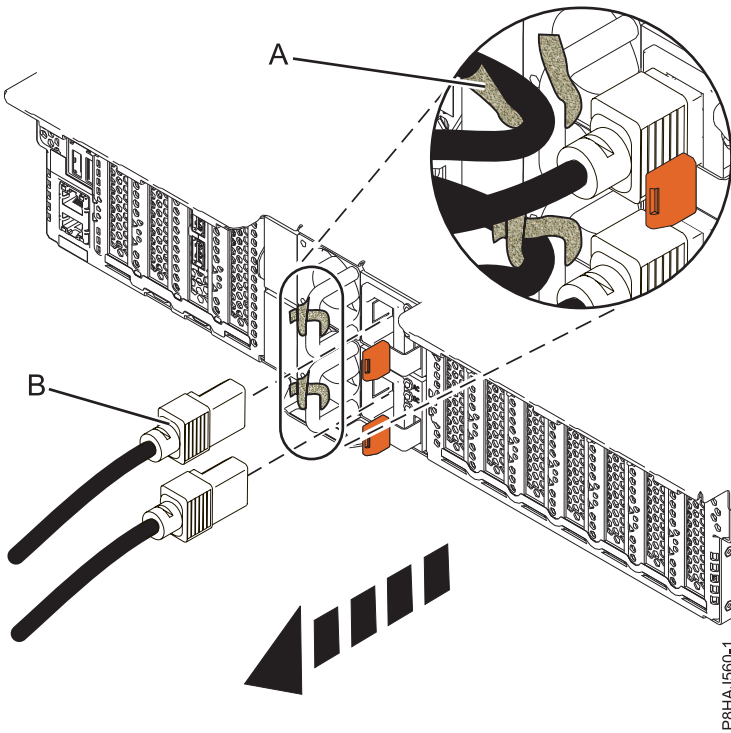
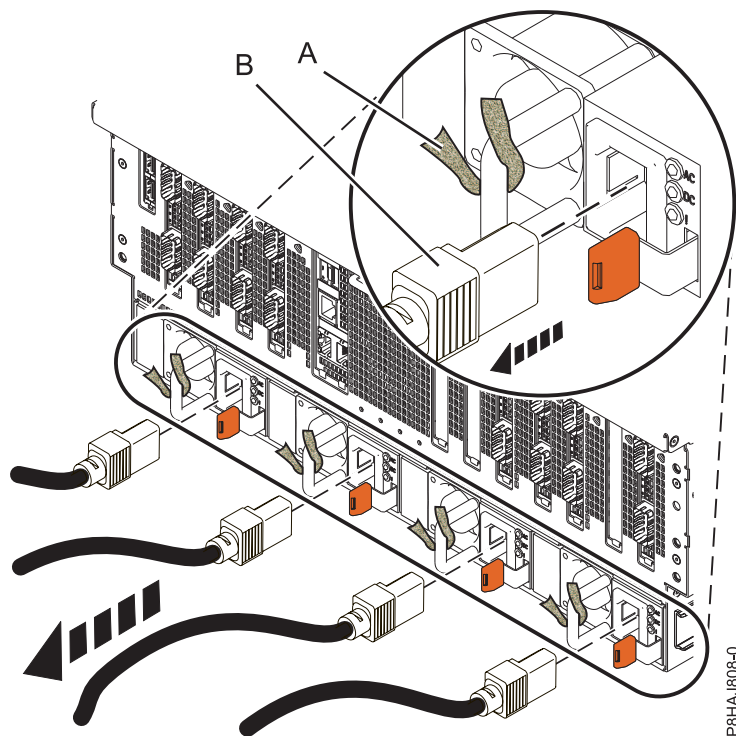

Figure 42. Retrait des cordons d'alimentation d'un système 5148-21L, 5148-22L, 8247-21L, 8247-22L, 8284-21A, ou 8284-22A
Figure 43. Retrait des cordons d'alimentation d'un système 8408-44E ou 8408-E8E
3. Débranchez les cordons d'alimentation (**B**) de l'unité centrale. Voir les figures figure 41, à la page 56, figure 42, à la page 56 ou figure 43, à la page 57 selon le type de votre système.